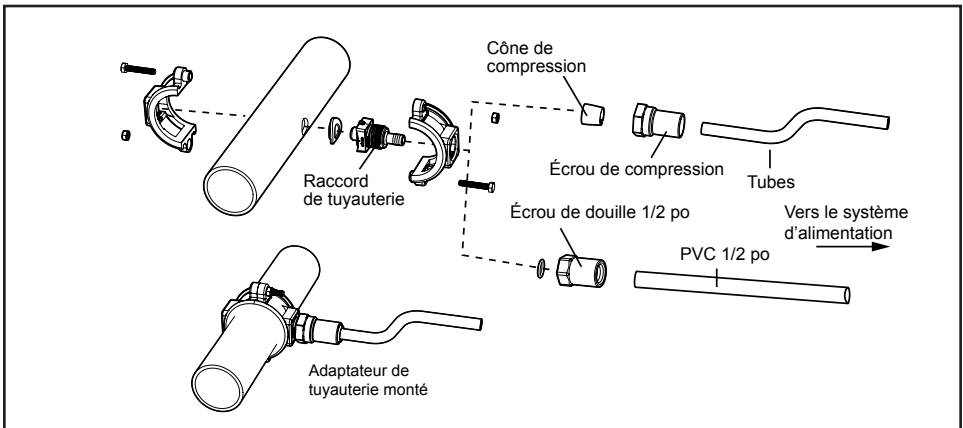

Figure 7. Connexion entre la quincaillerie et les tuyaux
- Insérer un raccord de tuyauterie dans le collier de tuyauterie pour la conduite d'entrée. Installer l'ensemble de collier pour l'entrée (conduite ALLANT vers le système d'alimentation) et la sortie (conduite PARTANT du système d'alimentation) en installant l'ensemble de collier (Figure 7).
- Installer l'ensemble de collier sur la tuyauterie, là où le trou de $\frac{3}{4}$ " a été percé (Figure 7).